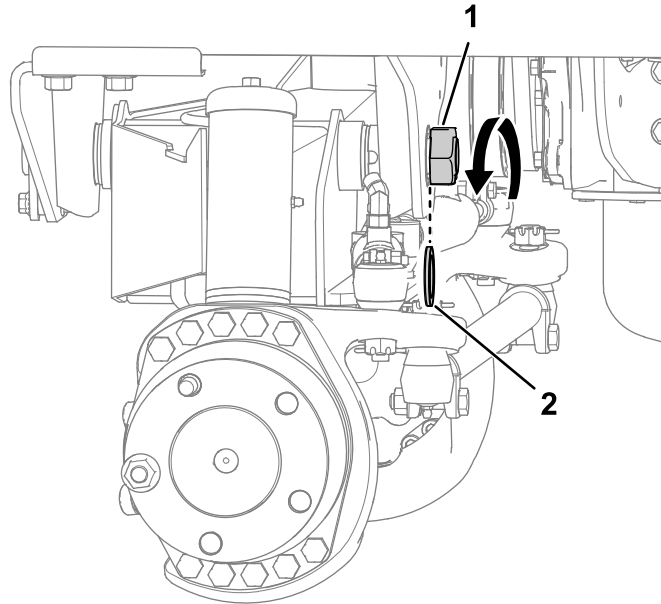

Figura 6
1. Retire la contratuerca y la arandela de empuje que fija el eje de giro al bastidor, tal y como se muestra en la Figura 6.